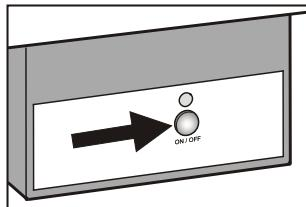

Figura 21
*El fabricador de hielo también puede ser encendido y apagado pulsando el botón On/Off de la caja del fabricador de hielo durante aproximadamente 1 segundo (**Figura 21**).*